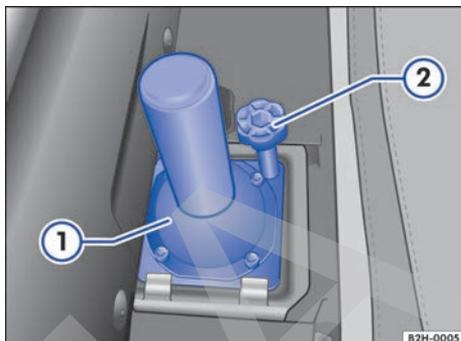

Fig. 173 Detrás del respaldo del asiento trasero (vehículos con cabina doble): crique (1).
Criquet (solo en los vehículos con rueda de auxilio).	<ul style="list-style-type: none"> - Abata hacia delante el respaldo del asiento trasero → página 61. - Desenrosque completamente el tornillo de sujeción → fig. 173 (2) y retire el crique (1) de su soporte.